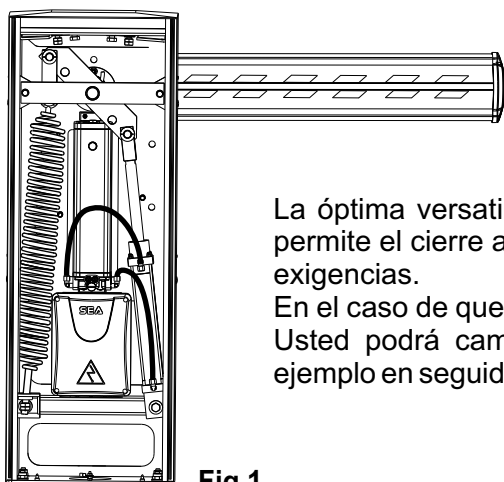

Fig.1
**N.B.:** El actuador se suministra de serie como en Fig.1 (con cierre a derecha).
Barrera con cierre a derecha (Fig. 1)